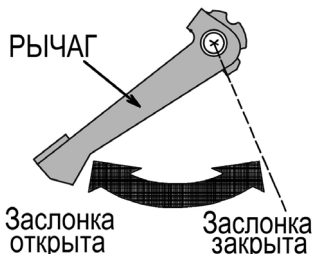

Рис. 9 Рычаг управления воздушной заслонкой IGG1200
5. Закройте воздушную заслонку карбюратора (Рис. 9, 10).